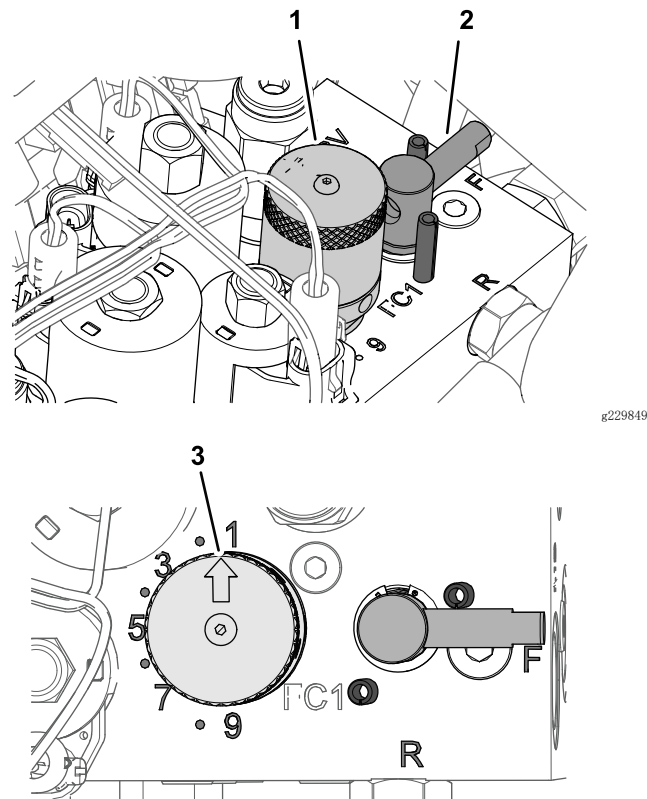

图 53
5. 要调节滚刀的速度，请旋转滚刀速度控制旋钮（图 53），直至指示器箭头与在步骤 3 中确定的数字对齐。